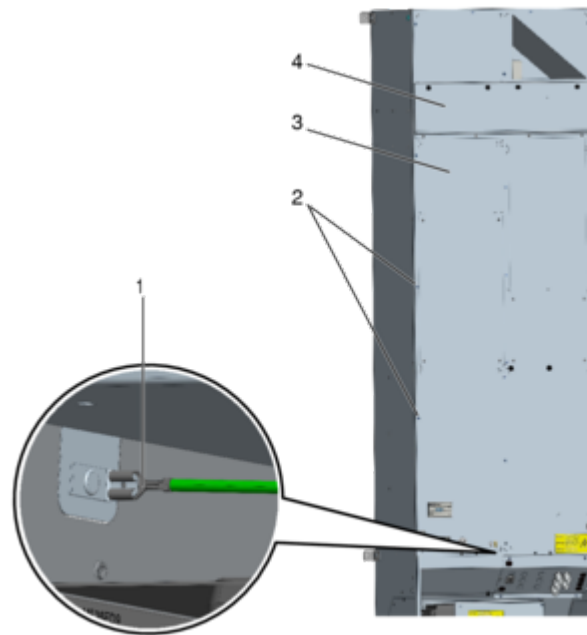

Abb. 39: Gerätedeckel demontieren
4. ▶ Den Gerätedeckel des Lüftungsgeräts (*Abb. 39/3*) demontieren, dazu alle Kreuzschlitzschrauben (*Abb. 39/2*) am Gerätedeckel lösen.
Beim Abnehmen des Gerätedeckels, den Schutzleiter (*Abb. 39/1*) lösen.